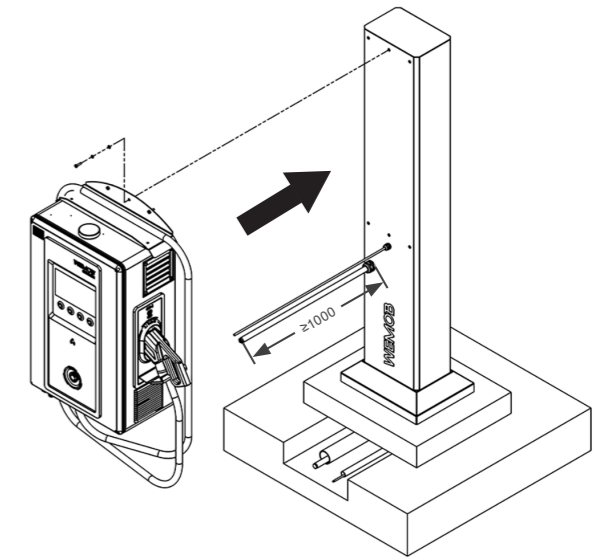

Figura 4.1: Exemplo fixação da estação WEMOB-STATION (30/40 kW) no totem - mm
Finalizada a fixação do Totem à base de concreto, deve-se realizar a fixação da estação de recarga. A mesma deve ser feita através dos seis (06) pontos existentes no Totem, utilizando seis (06) parafusos M6, torque de aperto recomendado é de 10 Nm, de modo a garantir uma fixação segura para a estação de recarga e para o operador, conforme a Figura 4.1.